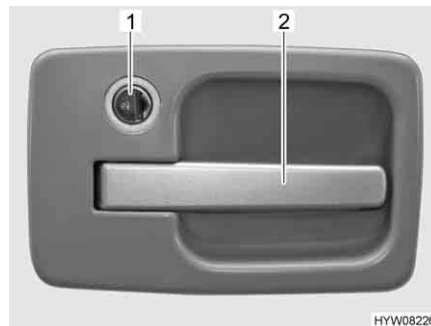

Fig. 30 Serratura della porta di ingresso, lato esterno
- Inserire la chiave nel cilindro della serratura (Fig. 30,1) e ruotarla sul simbolo "🔓". La serratura della porta è sbloccata.
- Tirare la maniglia della porta (Fig. 30,2). La porta è aperta.
- Inserire la chiave nel cilindro della serratura (Fig. 30,1) e ruotarla sul simbolo "🔒". La serratura della porta è bloccata.